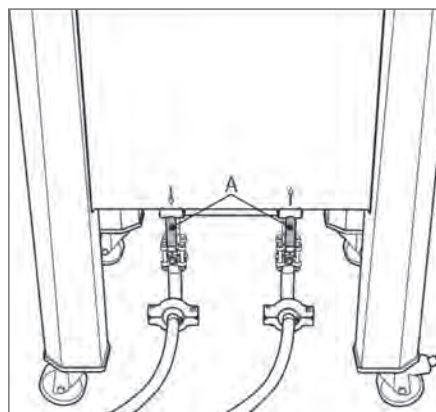

Abbildung 52 Die PED-Version des Palletank® for LevMixer® mit Doppelmantel ist mit einem manuell betätigten 3" Kugelhahn und 3" Tri-Clamp-Anschluss versehen.
- Schließen Sie Ein- und Auslass des Palletank® Wärmeübertragungsflüssigkeits-Kreislaufs an das Heiz- | |Kühlsystem an. Ein- und Auslass des Wärmeübertragungsflüssigkeits-Kreislaufs befinden sich auf der Rückseite des Palletank® (siehe Abb. 52 und 53).
- Öffnen Sie ggf. die beiden manuellen Kugelhähne (siehe Abb. 52 | A) und beginnen Sie, die Wärmeübertragungsflüssigkeit in den Doppelmantel-Kreislauf mit Vertiefung zu füllen, wie dies in Ihrem internen Verfahren beschrieben ist.